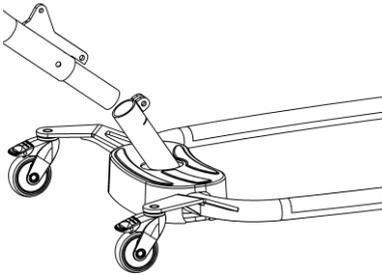

Fig. 1.6B
2. Setzen Sie den Mast in das Fahrgestell ein und ziehen Sie die Handschraube. (Fig. 1.6B + 1.6C)